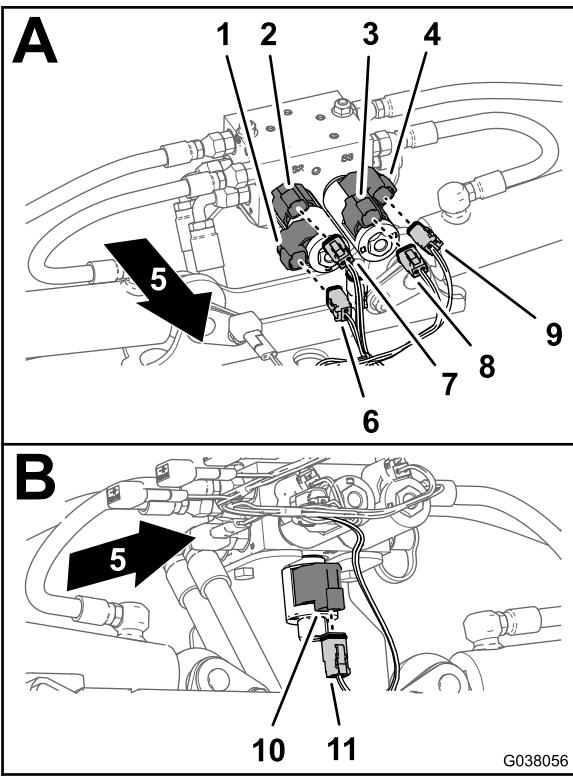

Figura 115
- No solenoide inferior esquerdo, ligue o conector de duas tomadas da cablagem traseira rotulado LEFT DOWN SOLENOID no conector de dois pinos para o solenoide inferior esquerdo (Figura 115).
2. No solenoide superior esquerdo, ligue o conector de duas tomadas da cablagem traseira rotulado LEFT UP SOLENOID no conector de dois pinos para o solenoide superior esquerdo (Figura 115).
3. No solenoide superior direito, ligue o conector de duas tomadas da cablagem traseira rotulado RIGHT UP SOLENOID no conector de dois pinos para o solenoide superior direito (Figura 115).
4. No solenoide inferior direito, ligue o conector de duas tomadas da cablagem traseira rotulado RIGHT DOWN SOLENOID no conector de dois pinos para o solenoide inferior direito (Figura 115).
5. Na parte inferior do coletor do cilindro de elevação, ligue o conector de duas tomadas da cablagem traseira rotulado ENABLE SOLENOID no conector de dois pinos para o solenoide de ativação (Figura 115).